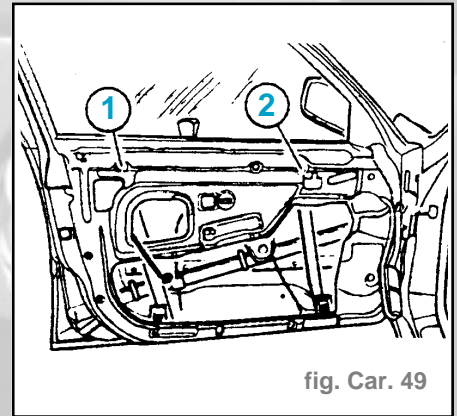

fig. Car. 49
- Serrer les vis (1) et (2) (fig. Car. 49)